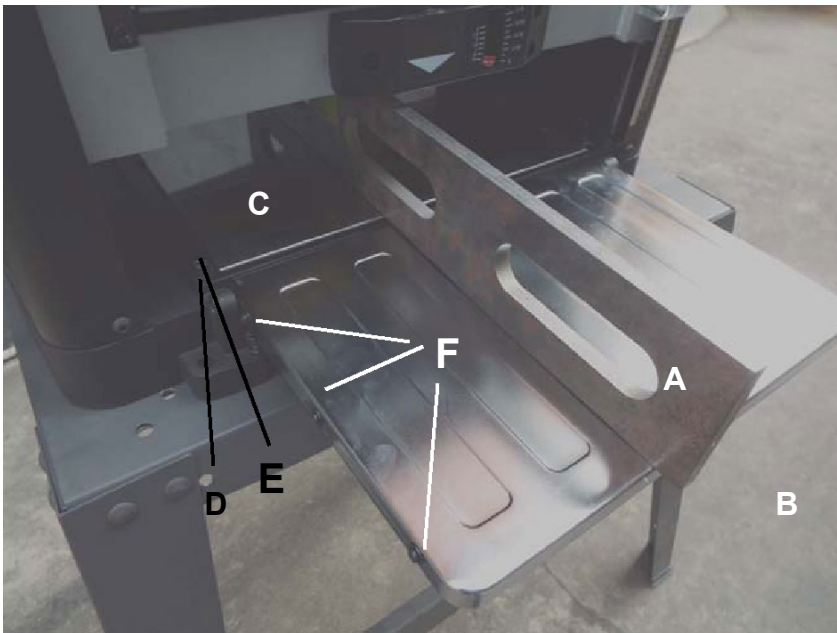

ABB. 4
1. Legen Sie ein Lineal (A) mit einem Ende auf den Hobeltisch (C) und dem anderen auf den Einzugstisch (B). Siehe Abb. 4.
3. Falls eine Einstellung erforderlich ist, heben Sie den Tisch an, lösen Sie die Klemmmuttern (D) und stellen Sie die Sechskantschrauben (E) auf beiden Tischseiten ein, bis der Einzugstisch bündig mit dem Hobeltisch ist. Dadurch wird die Außenkante des Tisches angepasst. Lösen Sie nach dem Einstellen gegebenenfalls die drei Schrauben auf einer Seite des Einzugstisches (F) und ziehen Sie die Schrauben wieder an. Wiederholen Sie den Vorgang auf der anderen Seite des Einzugstisches.